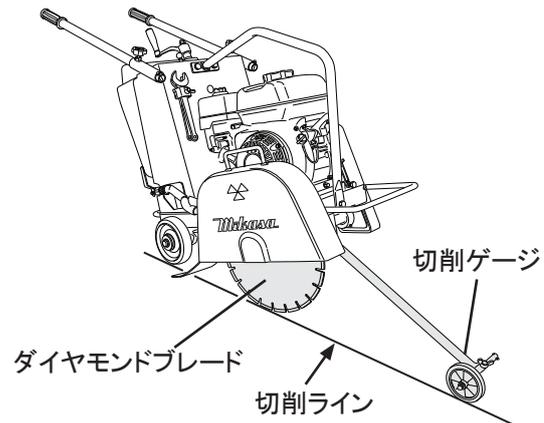

図 17
1. 切削ゲージを切断ラインに合わせます。機体を起こすと切断ラインに合わせ易くなります。(図17)